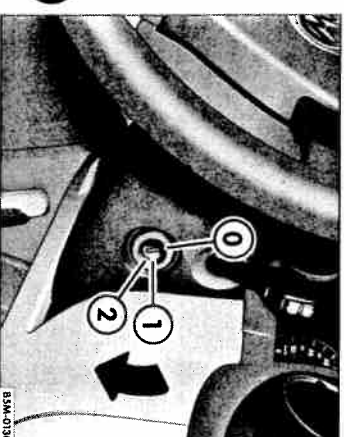

Fig. 1 Pozițiile cheii în contact.
② Contact luat, volan blocat
În poziția ⇒ fig. 1 ② contactul este luat și motorul oprit, volanul poate fi blocat.
– Pentru pornirea motorului rotiți cheia în poziția ⇒ pagina 3, fig. 1" ②.
- Rotiți cheia de contact în poziția ⇒ pagina 3, fig. 1 " ① - când se efectuează preîncălzirea motorului, se aprinde lampa de control pentru preîncălzire ① .
- Când lampa de control nu (mai) este aprinsă, rotiți cheia în poziția ②, pentru a porni motorul - nu accelerați.
- Rotiți cheia în poziția ⇒ pagina 3, fig. 1 " ① .